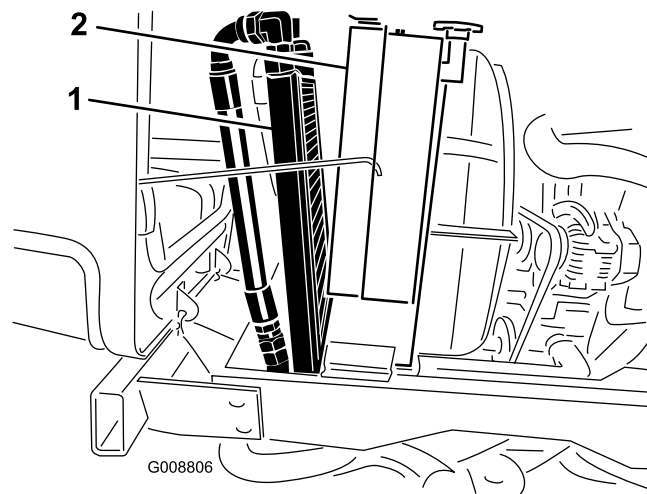

Bild 68
3. Kippen Sie den Ölkühler nach hinten. Reinigen Sie beide Seiten des Ölkühler- und des Wasserkühlerbereichs (Bild 68) gründlich mit Druckluft. Blasen Sie Rückstände von vorne nach hinten heraus. Reinigen Sie dann von hinten und blasen Sie nach vorne. Wiederholen Sie dies mehrmals, bis alle Rückstände entfernt sind.